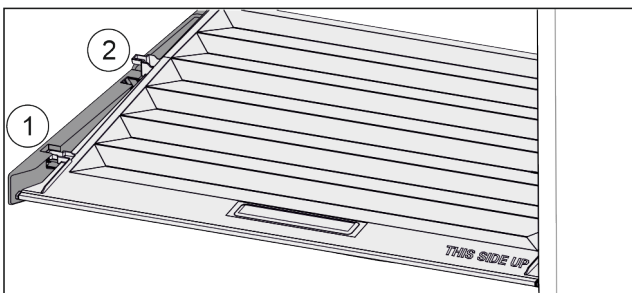

Fig. 150
- ▶ Кришку до отвору в деталях для підтримки потягнути вперед Fig. 150 (1).
- ▶ Підняти ззаду знизу та вийняти Fig. 150 (2) вгору.